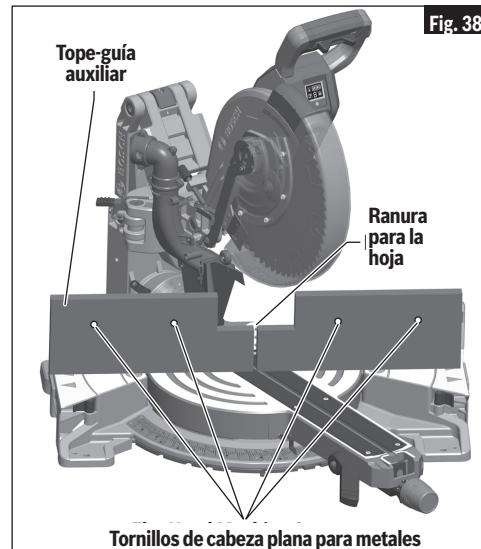
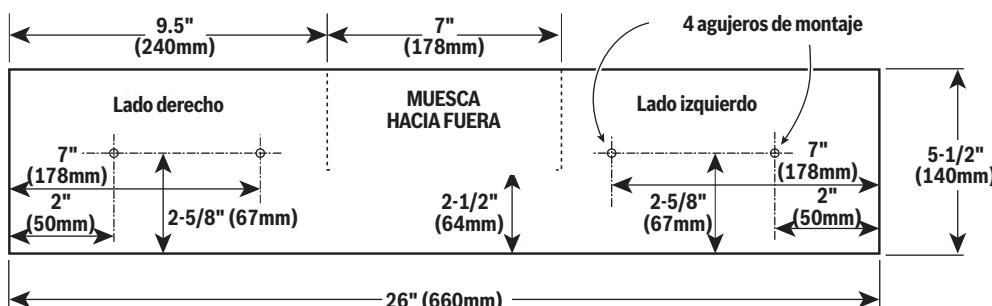

Fig. 38
Fig. 39
- Coloque un pedazo de madera contra el tope-guía de la sierra para cortar ingletes (vea la Fig. 38). (La madera puede tener una altura máxima de 5-1/2" (140mm). Compruebe que el ensamblaje del cabezal no interfiere con el tope-guía auxiliar.) Vea el dibujo con dimensiones, Fig. 39.
7. Cuando haga cortes deslizantes, el centro debe estar enmuescado hacia fuera de acuerdo con el patrón (vea la Fig. 38).